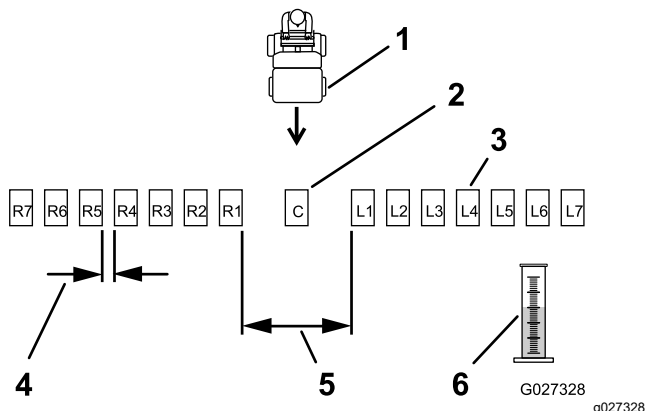
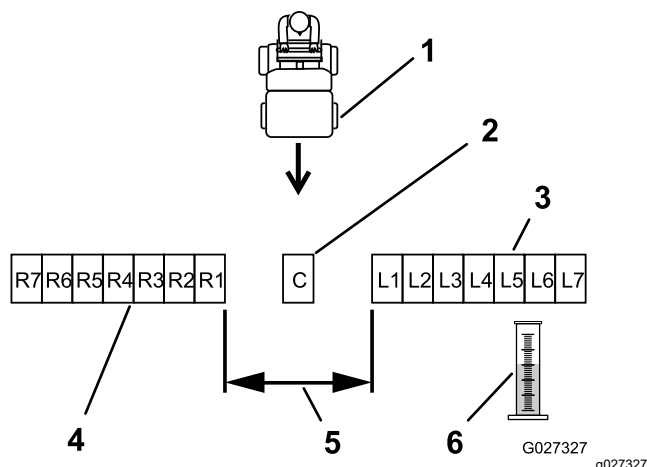

図 28
図 29
2. 残りの容器を 図 28 または 図 29 のように一直線に並べる。
左右それぞれの側に 6 個の容器を 30 cm 間隔で並べる (図 28)。
左右それぞれの側に 6 個の容器をすき間を開けずに並べる (図 29)。
- 各容器に識別番号などを振る例 L2, L1, センター, R1, R2 など 図 28 と 図 29 を参照。